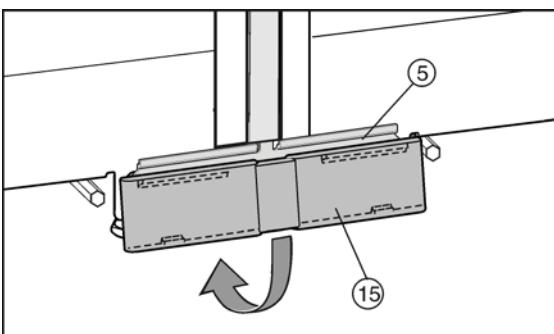

Fig. 11
- 將下麵的蓋板 Fig. 11 (15)從上面放置到連接架 Fig. 11(5)上，並在下麵卡住。